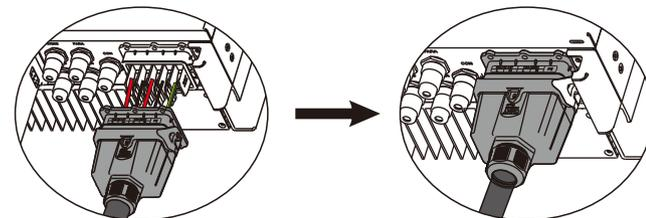

Figure 4.3-6 Installation des bornes de connexion AC
Étape 4. Connectez le câble AC combiné à la borne AC de l'onduleur, serrez le câble à un couple de 2,0 N.m à 2,5 N.m, puis verrouillez le couvercle AC. Voir Figure 4.3-6.